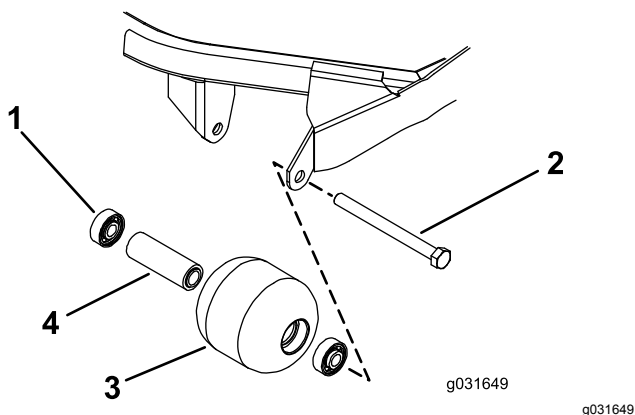

Рисунок 69
1. Снимите болт крепления валика (Рисунок 69).
4. Осмотрите корпус, подшипники и распорную втулку подшипника валика на наличие повреждений (Рисунок 69).
1. Нажимая только на наружное кольцо или с одинаковым усилием на внутреннее и наружное кольцо, запрессуйте первый подшипник в корпус валика (Рисунок 69).
2. Вставьте втулку подшипника (Рисунок 69).
3. Нажимая только на наружное кольцо или с одинаковым усилием на внутреннее и наружное кольцо, запрессуйте второй подшипник в корпус валика до его контакта с распорной втулкой (Рисунок 69).